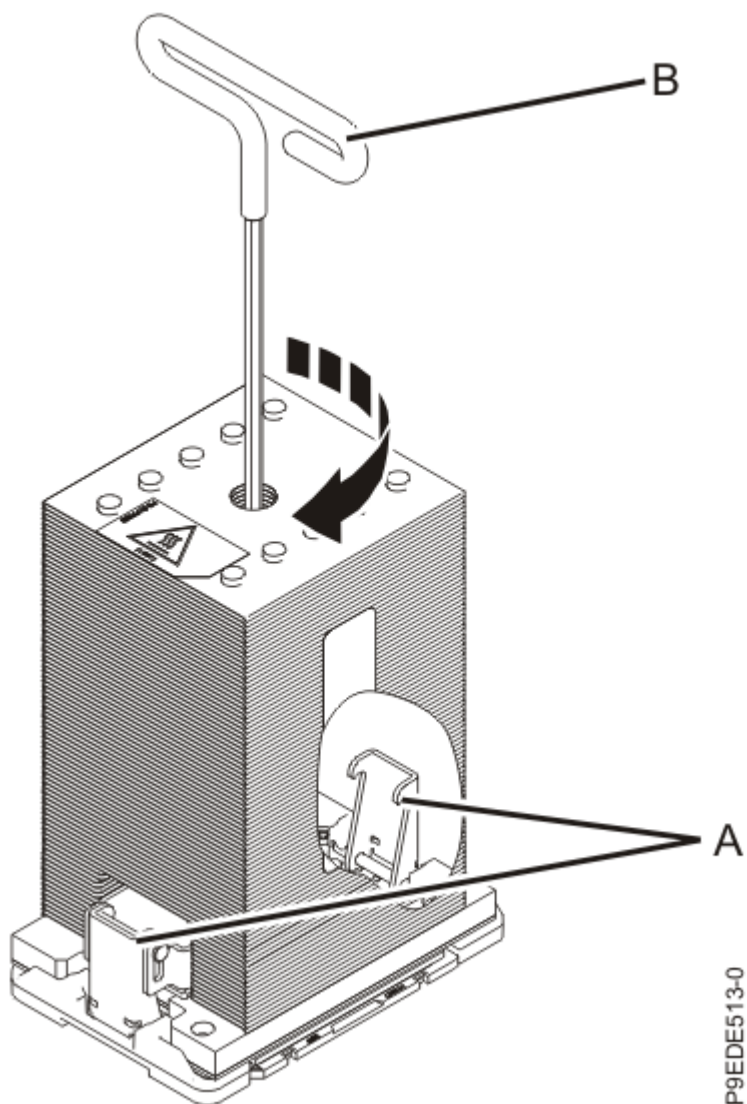

Figure 21. Serrage de la vis de pression centrale sur le dissipateur thermique
- a) Vérifiez que les bras de chargement du dissipateur thermique sont engagés, comme illustré par **(A)** à la Figure 21, à la page 24.
- b) Tournez la vis de pression centrale dans le sens des aiguilles d'une montre à l'aide de la clé hexagonale fournie (repère **(B)** dans la Figure 21, à la page 24) et serrez-la fermement. Si le dissipateur thermique bouge de manière perceptible, cela signifie que les bras de chargement ne sont pas engagés. Desserrez la vis de pression centrale et répétez cette étape.